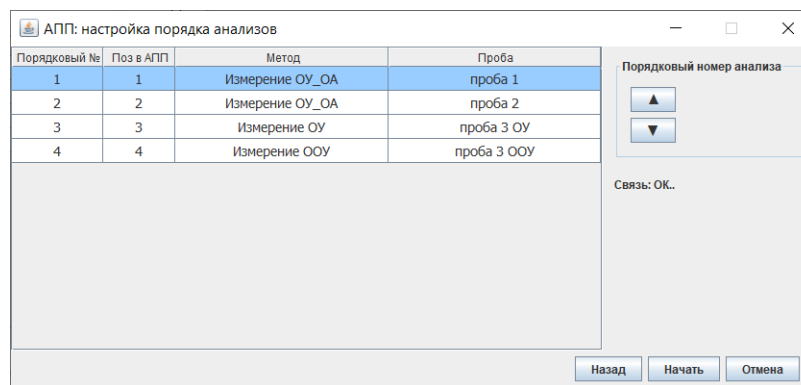

Рисунок 13. Окно настройки порядка анализов
- 2.4.7.6. Появится окно настройки порядка анализов (рис. 13), где столбцы: Порядковый номер – номер в очереди анализов; Позиция – позиция виалы с раствором в карусели АПП; Проба – название пробы, то что было введено в строках таблицы анализов в п. 2.4.7.3.